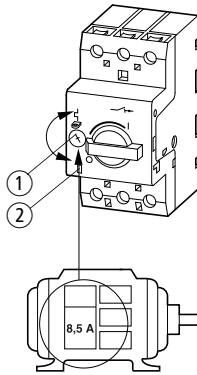

Abbildung 1: Motorschutzschalter PKZM0/XTPR...BC1
Die PKZM0/XTPR...BC1 werden mit Hilfe einer Stromschieber (➔ Abb. 1 auf Seite 8) auf den Motornennstrom eingestellt.
Durch eine zusätzliche Testeinrichtung ② (→ Abb. 1 auf Seite 8) kann die Funktionstüchtigkeit des Schalters kontrolliert werden.